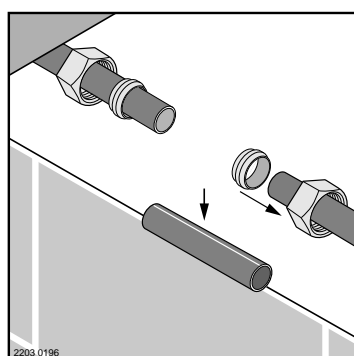

Figure 2
2. Fermer le robinet principal de l'alimentation en eau et vider les conduites d'eau en ouvrant le robinet d'un évier à l'étage supérieur de la maison et un autre au sous-sol. Mesurer la conduite d'eau et la couper en fonction de l'installation (voir la Figure 2).
3. Glisser un écrou de compression et une olive appropriée sur chaque extrémité du tuyau. Dans le cas d'une conduite d'eau de 1/2 pouce, utiliser les olives en caoutchouc. Dans le cas des conduites d'eau de 3/4 de po, utiliser les olives en laiton (voir la Figure 2).